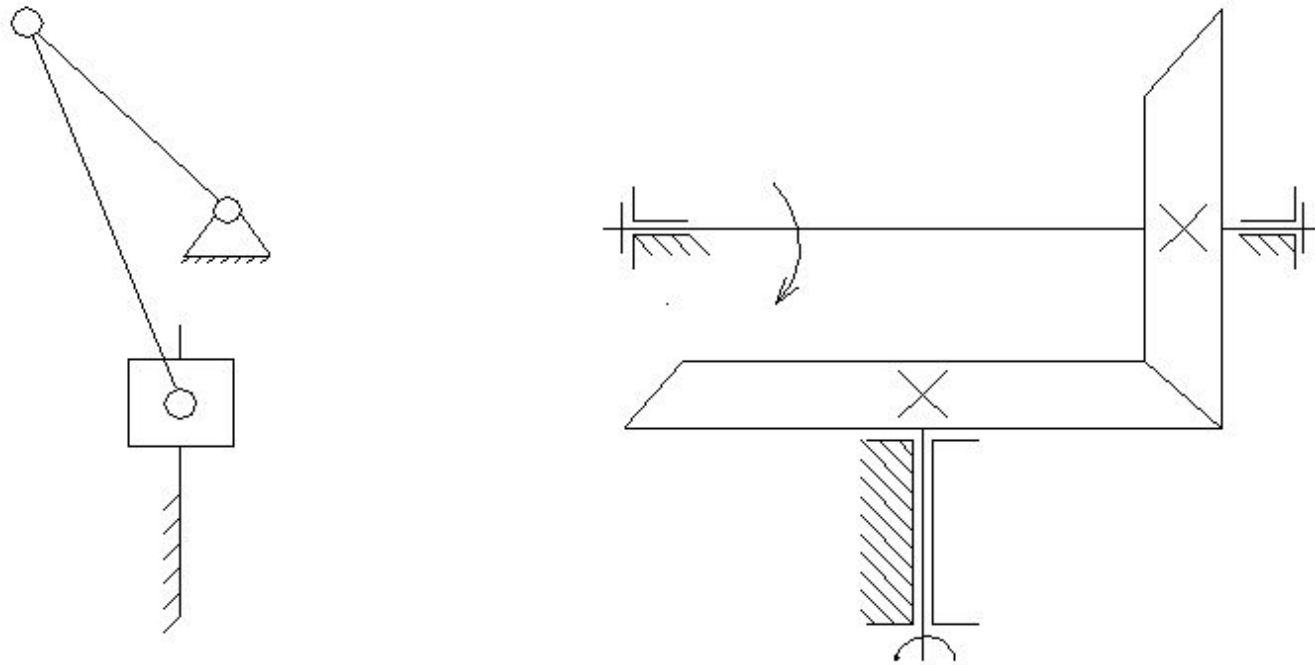
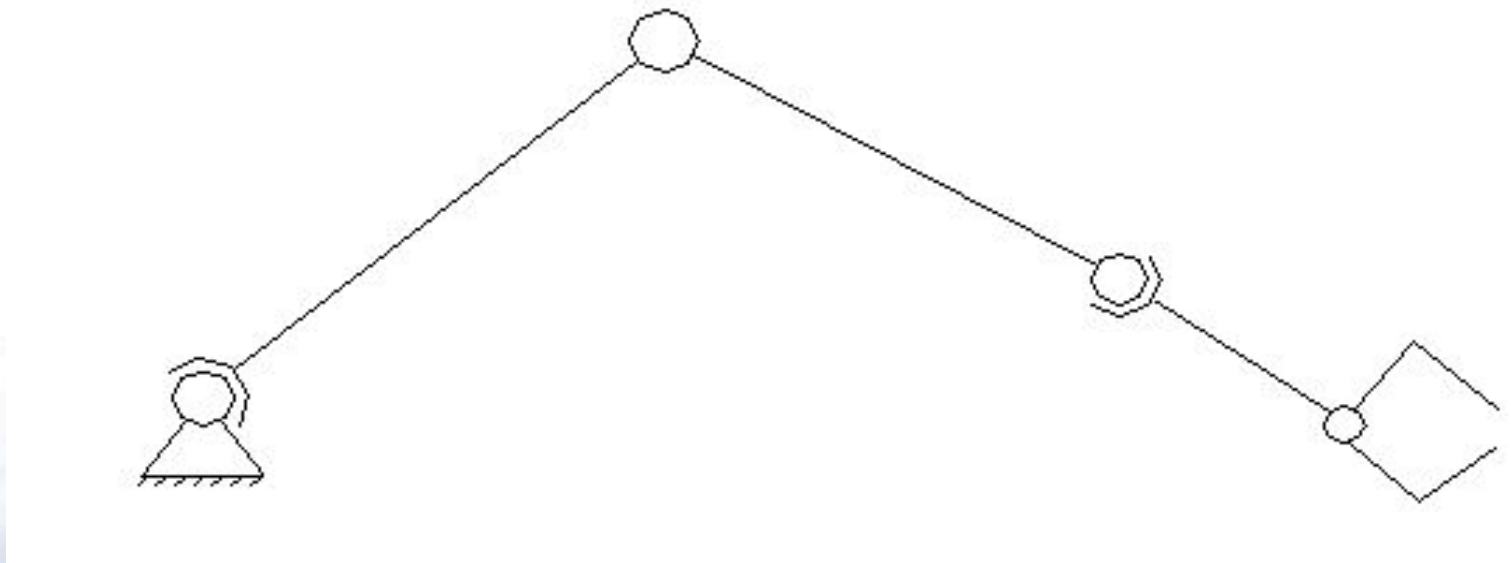

Рис. 1.10. Кинематические цепи
Рис. 1.11. Разомкнутая кинематическая цепь
**Кинематическая цепь** – группа звеньев, связанных между собой кинематическими парами (рис. 1.10). Кинематические цепи бывают плоскими и пространственными.
Кинематические цепи могут быть замкнутыми и разомкнутыми. Кинематическая цепь, в которой каждое звено связано кинематическими парами с двумя другими звеньями, называется замкнутой кинематической цепью (рис. 1.10). В противном случае кинематическая цепь является разомкнутой (рис. 1.11).